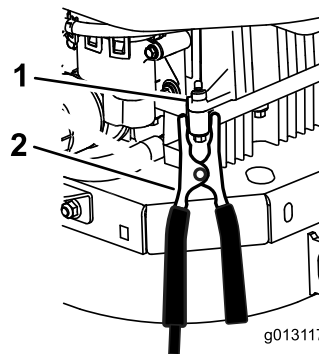

Figure 50
6. Faites la dernière connexion sur le **bloc-moteur** (pas sur la borne négative de la batterie) de la machine avec la batterie à plat, à l'écart de la batterie, et reculez vous (Figure 50).